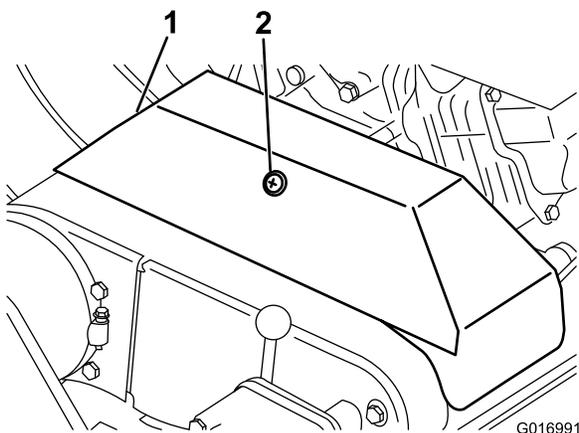

Figura 32
3. Afloje el retenedor que sujeta la cubierta de las correas en V y abra la cubierta (Figura 32).